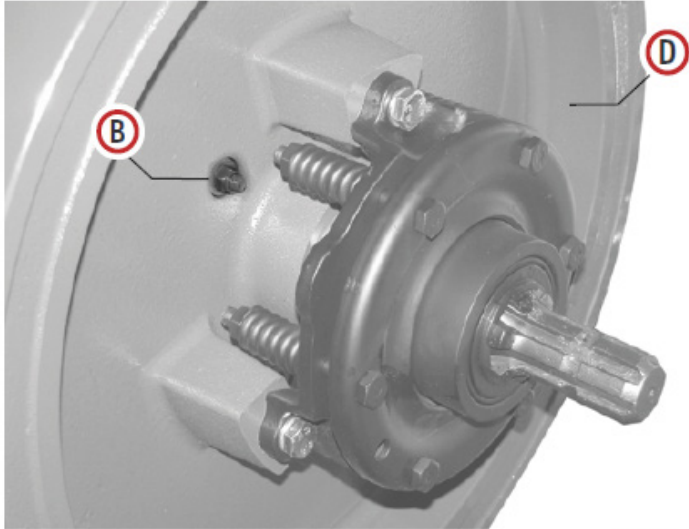

Fig.2
El perno de seguridad (B), que está dentro de uno de los bujes (E) (Fig. 2bis), se ha ensamblado en el volante (D) (Fig. 2) para evitar daños a los componentes de la máquina debido a sobrecarga de trabajo o eventos inesperados.